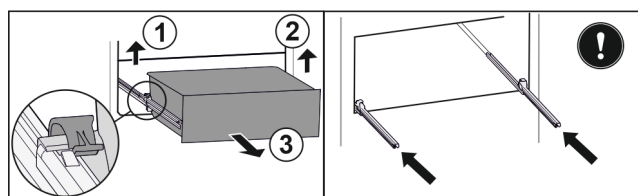

Fig. 37*
- Zvedněte levou svorku a současně vytáhněte zásuvku vlevo dopředu Fig. 37 (1).*
- Zvedněte pravou svorku a současně vytáhněte zásuvku vpravo dopředu Fig. 37 (2).*
- Zásuvku odeberte směrem dopředu Fig. 37 (3).*